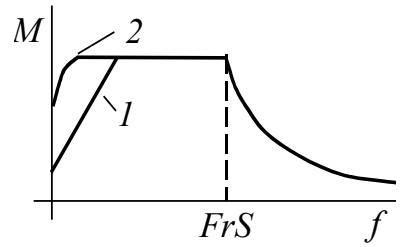

Рис. 11.1. Зависимость допустимого по теплу момента от частоты
- ACL, [Self cooled] – активизирована защита самоохлаждаемого двигателя (допустимый по теплу момент снижается на малых скоростях в соответствии с кривой 1 на рис. 11.1);
- FCL, [Force-cool] – активизирована защита двигателя с принудительным охлаждением (допустимый момент от скорости практически не зависит, кривая 2 на рис. 11.1).